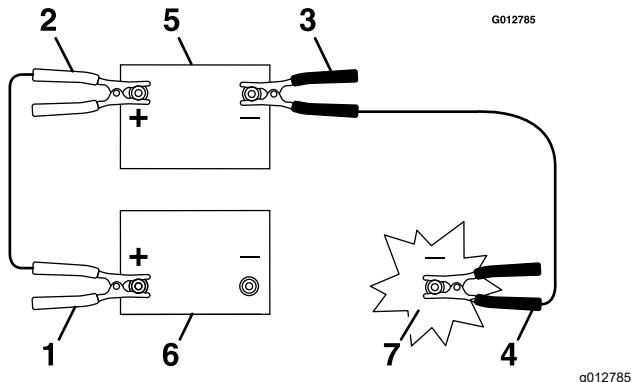

Figure 79
- Branchez la cosse du câble positif (+) (rouge) à la borne positive (+) de la batterie à plat (Figure 79).